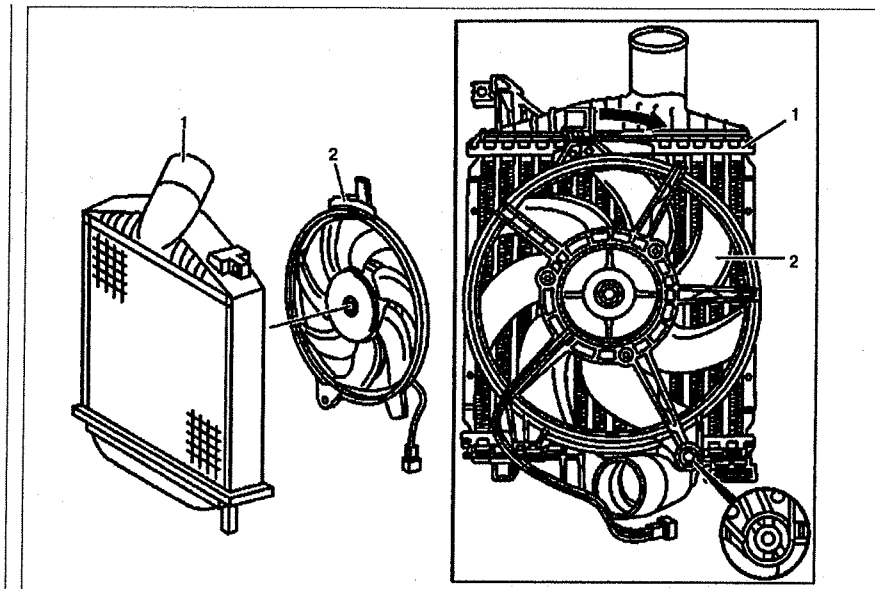

Рис. 5.48. Вентилятор интеркулера: 1. Интеркулер, 2. Вентилятор.
1. Снимите интеркулер 1 (см. рис. 5.48).